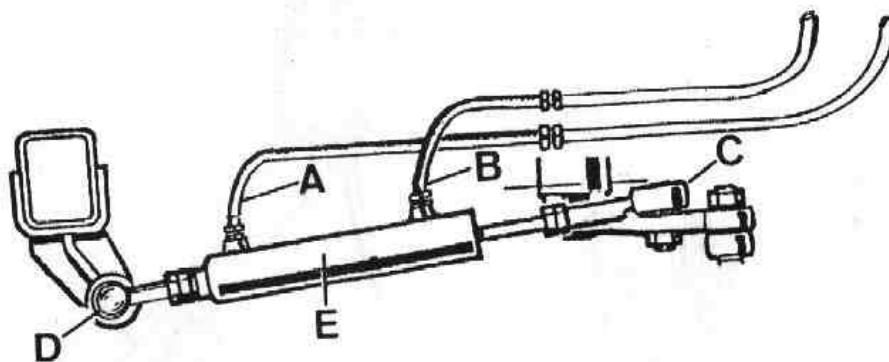

Fig. G2-12
- 1.1. Desconectar los latiguillos, A y B, de entrada de aceite al cilindro para giro a la izquierda y a la derecha (Fig. G2-12). Recogiendo el aceite vertido en un recipiente limpio.
- 1.2. Desconectar la rótula, C (Fig. G2-12) de la bieleta inferior de la caja compensadora y la rótula, D, del soporte soldado al chásis, pudiendo así extraer el conjunto cilindro de ayuda, E.